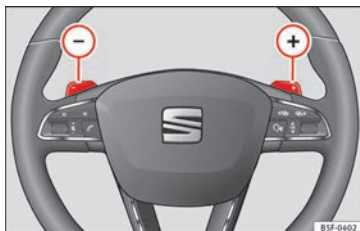

Fig. 204 Volante con dos levas para el Tiptronic.
- En el programa de conducción **D** o **S**, accione las levas del volante ➤ **fig. 204**.
- Tire de la leva derecha (+) ➤ **fig. 204** hacia el volante para subir de marcha.
- Tire de la leva izquierda (-) ➤ **fig. 204** hacia el volante para reducir.
- **O BIEN:** reduzca con las levas del volante » **fig. 204 »** **pág. 210.**